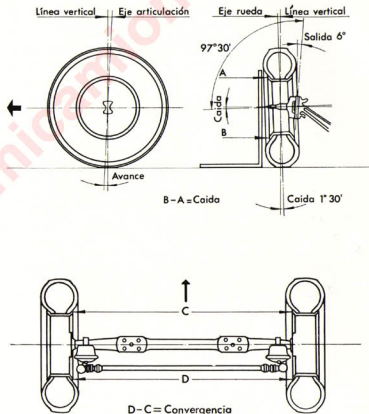

Fig. 9.3. - Alineación de las ruedas anteriores
9.7 ALINEACIÓN DE LAS RUEDAS ANTERIORES (fig. 9.3)